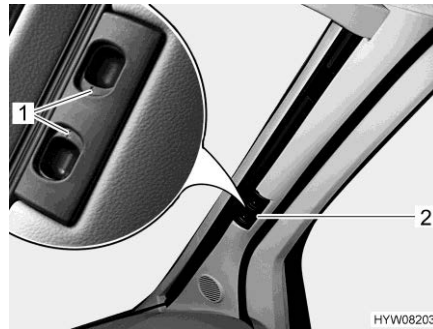

Bild 58 Plisségardin (vindruta)
- Tryck in låshandtagen (Bild 58,1) och håll dem intryckta.
- Håll plisségardinen för vindrutan i handtaget (Bild 58,2) och dra den mot fönstrets mitt.
- Skjut de två hälfterna av plisségardinen för vindrutan utåt så långt det går, ta tag i handtaget (Bild 58,2). Dra upp handtaget till samma höjd som låsspåret.
- Släpp låshandtagen (Bild 58,1) och låt dem haka fast.